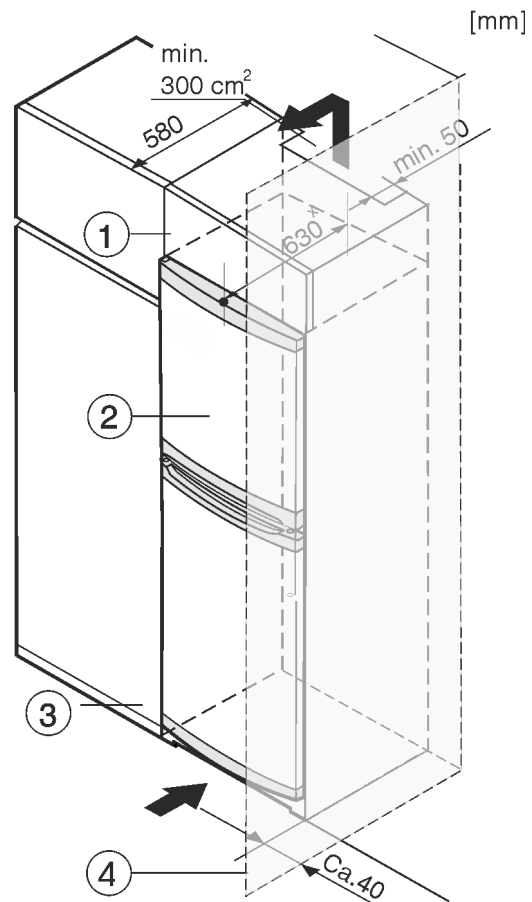

Fig. 8
- (1) Шафа для встановлення на пристрої
- (2) Пристрій
- (3) Кухонна шафа
- (4) Стінка
Перед встановленням пристрою можна змінити його конструкцію відповідно до кухонної шафи. Щоб привести висоту пристрою Fig. 8 (2) у відповідність із розмірами кухонної ніші, можна встановити на нього спеціальну шафу Fig. 8 (1).
У разі переобладнання кухонними шафами (глибина щонайбільше 580 мм) пристрій можна встановити безпосередньо поруч із кухонною шафою Fig. 8 (3). Пристрій виступає за передню частину кухонної шафи на 34 мм * з боків і на 50 мм * посередині.
Якщо пристрій із шарнірами встановлюється поруч зі стіною *Fig. 8 (4)*, відстань між пристроєм і стіною має становити щонайменше 40 мм. Це відповідає необхідній відстані для ручки після відкривання дверця.